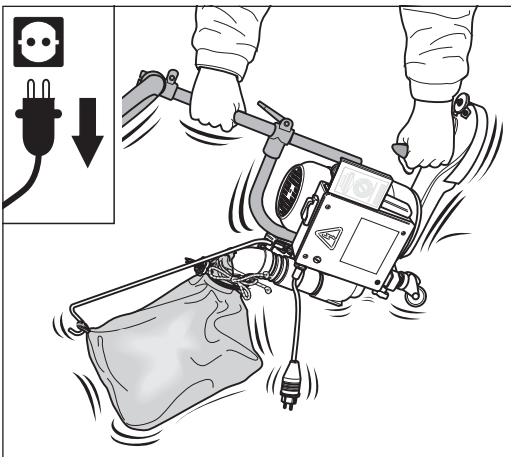

Abb. 56 Die Maschine schütteln, so dass der Staub vom Absaugstutzen in den Staubsack fällt.
- 3 Halten Sie die UNICO am Führungsrohr und am Ballengriff fest. Schütteln Sie die Maschine, so dass der Staub vom Absaugstutzen in den Staubsack fällt (Abb. 56). Stellen Sie die Maschine wieder auf dem Boden ab.